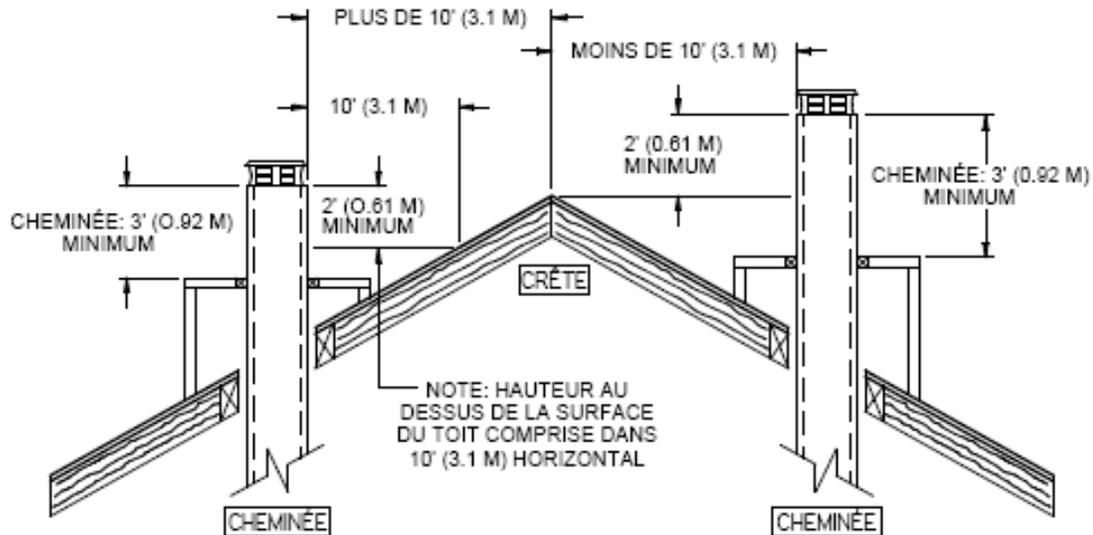

Figure 36c
12. **Lorsque vous construisez un habillage de cheminée sur le toit**, la cheminée doit dépasser d'au moins 3 pieds (92 cm) au-dessus de l'habillage de cheminée et d'au moins 2 pieds (61 cm) tout mur, toit ou édifice situé à moins de 10 pieds (3,1 m). Consultez les figures **Figure 36c** et **36d** pour déterminer la configuration qui s'applique à votre toit (toit en pente ou plat et distance entre la cheminée et le point le plus élevé du toit et/ou la cheminée la plus proche.)